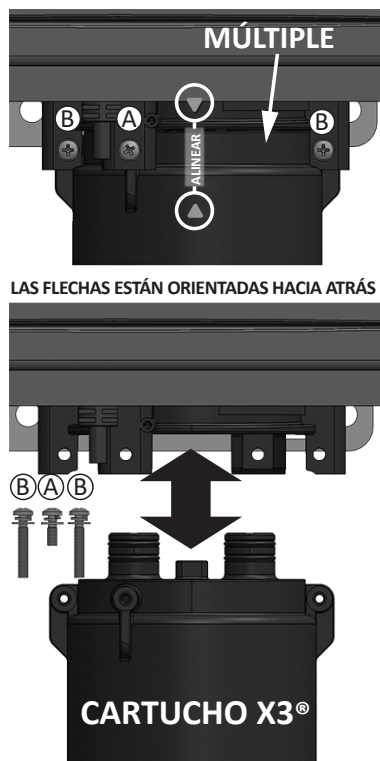
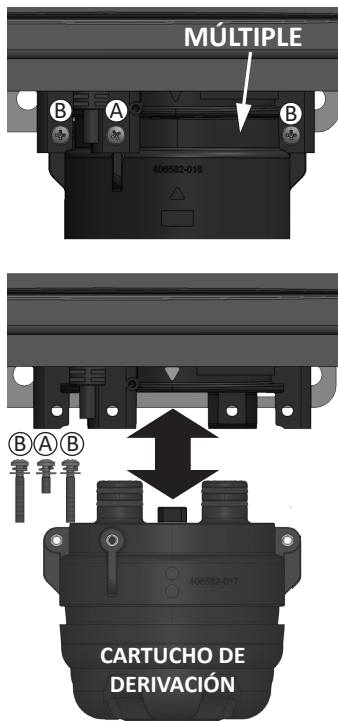

Figura 8 - Cartucho X3®
Figura 9 - Cartucho de derivación
- 4 Ubique los tres tornillos que fijan el cartucho X3®/de derivación. Retire el tornillo M4-12 mm (A) y los dos tornillos M4-25 mm (B) del cartucho. Deje los tornillos a un lado en un lugar seguro para volver a instalarlos. Consulte la Figura 8 y la Figura 9.
AVISO: El cartucho X3® está enchavetado para instalarlo únicamente en una dirección. Alinee la ▲ en el cartucho con la ▼ en el múltiple (las flechas estarán orientadas hacia la parte trasera en los calentadores de la serie TM). Cuando inserte el cartucho, empuje hacia arriba hasta que se alineen los orificios de los tornillos. Algo de resistencia es normal. El cartucho de derivación no está enchavetado y se puede instalar en cualquier dirección. Figura 8 y Figura 9.